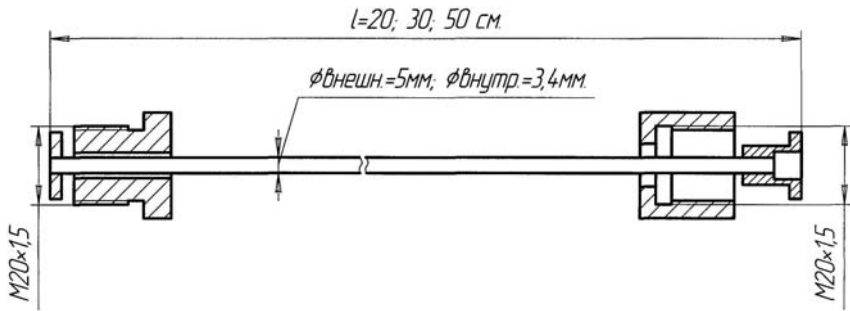

Рис. 7-13. Трубка отводная.
Трубка отводная (Рис.7-13)	12Х18Н10Т
- отводная (для терморазвязки) или импульсная трубка (рис. 7-13, 7-14).